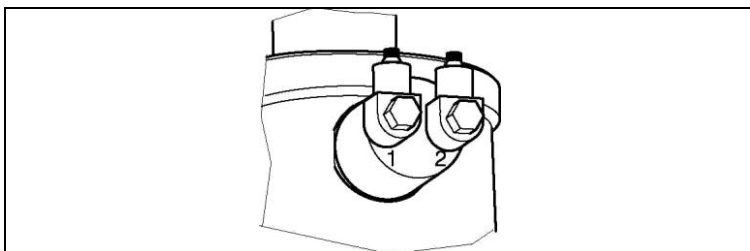

Рис. 30: Пневматический предельный переключатель
2. Подключите **шланг № 5** для позиции обратной связи "Measure" (Измерение), исходящий от мультишланга Topclean, к присоединению 2 (= выход) переключателя арматуры для **нижнего** предела, см. рис. 30.
4. Подключите **шланг № 6** для позиции обратной связи "Service" (Обслуживание), исходящий от мультишланга Topclean, к присоединению 2 (= выход) переключателя арматуры для **верхнего** предела, см. рис. 30.
6. Подключите линию подачи рабочей воды (D) через разъединитель (E) к присоединению G3/8 в CYR10.
7. Подключите линию подачи очистителя (C) к присоединению G1/4 в CYR10.
- если блок очистки CPR40 (A) не используется, подключите линию ко входу подачи промывочной воды арматуры;
- если используется блок очистки CPR40 (A), подключите линию к присоединению "Т" в CPR40.
9. При использовании внешнего клапана подключите линию подачи пара, дополнительных очистителей или уплотняющей воды (B) к другому присоединению CPR40.